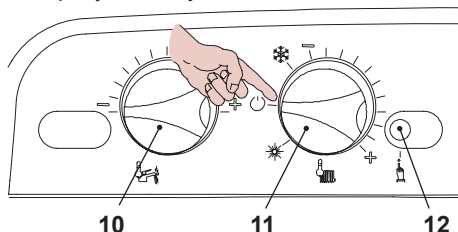

Рисунок 5.56
- Чтобы выйти из режима программирования, установите переключатель функций / регулятор температуры 11, как показано на рисунке Рисунок 5.56.